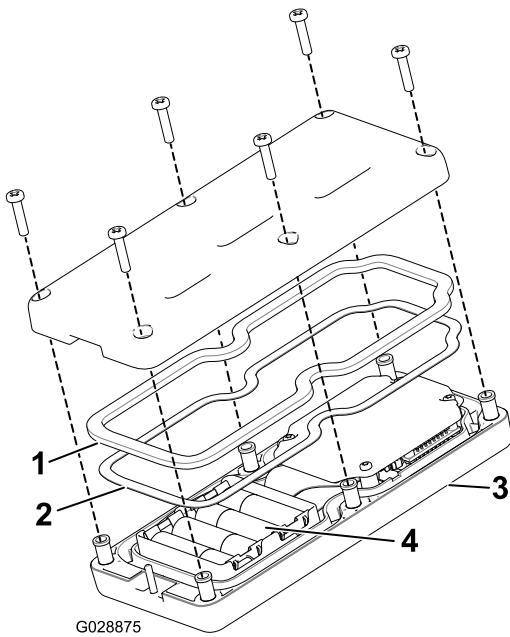

Figura 46
3. Togliete le 6 viti dalla parte posteriore del telecomando e togliete il coperchio (Figura 46).
- Inserite ogni batteria nuova in un portabatteria rispettando la polarità. (Se le batterie sono inserite in modo scorretto, il dispositivo non riporta danni, ma non funziona.) Nel portabatteria sono marcati in rilievo i simboli della polarità di ogni terminazione (Figura 46).
- Se avete rimosso accidentalmente la tenuta di gomma e la guarnizione in acciaio, riposizionatele accuratamente nel canale del telecomando (Figura 46).
- Riposizionate il coperchio e fissatelo con le 6 viti precedentemente rimosse (Figura 46) e serratele a una coppia di 1,5-1,7 N·m.